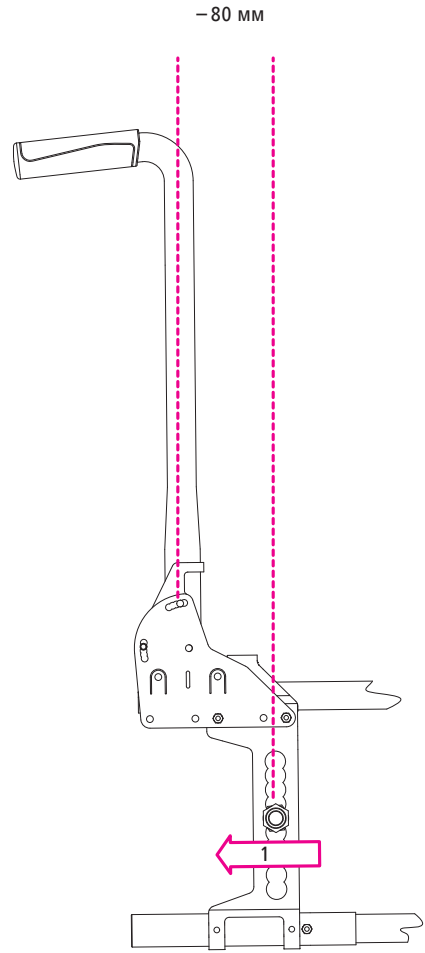

Рис.49
2. Для проміжних кроків пластини міняють місцями зліва направо і повертають на 180° (1, рис. 49).